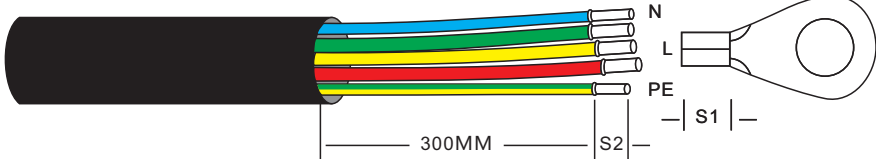

图3.20 剥开交流线缆
- 1. 将交流线缆绝缘护套的末端剥去约300mm，然后剥去每根导线的末端（如图3.20所示）。